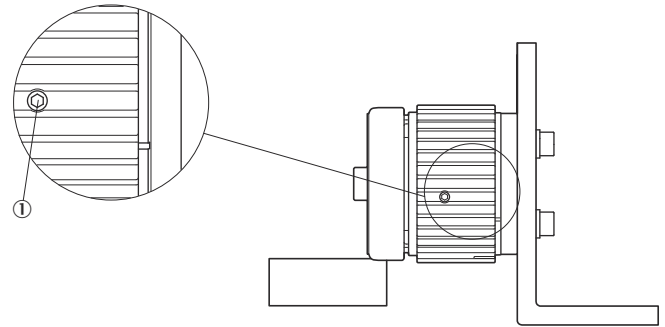

Abbildung 13: Krafteinstellung gegen den Uhrzeigersinn in zwei Stufen
- ▶ Für zusätzliche Sicherheit der Feststellmechanismus mit der Gewindestiftschraube (**Abbildung 13**) und mit 2,5 N sichern.